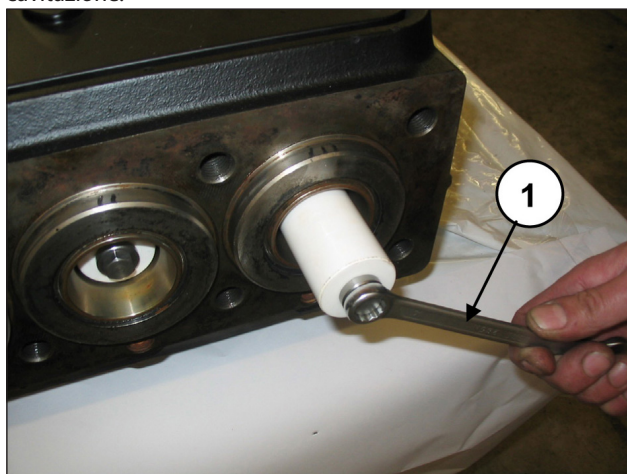

Fig. 151
Provvedere allo smontaggio dei pistoni svitando le viti di fissaggio (pos. ①, Fig. 151).